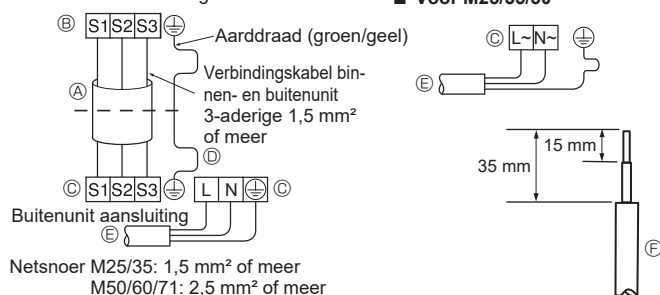
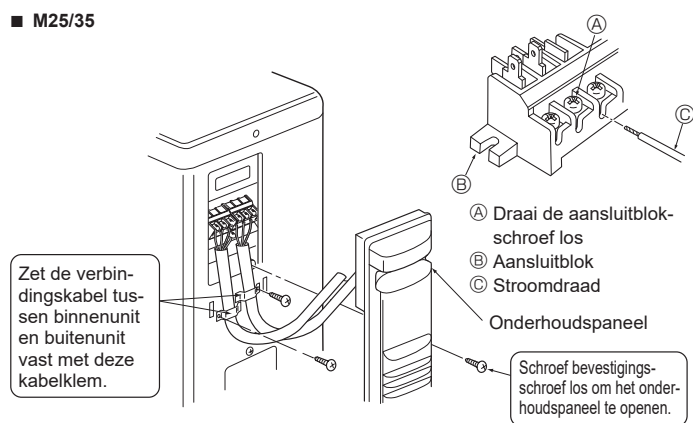
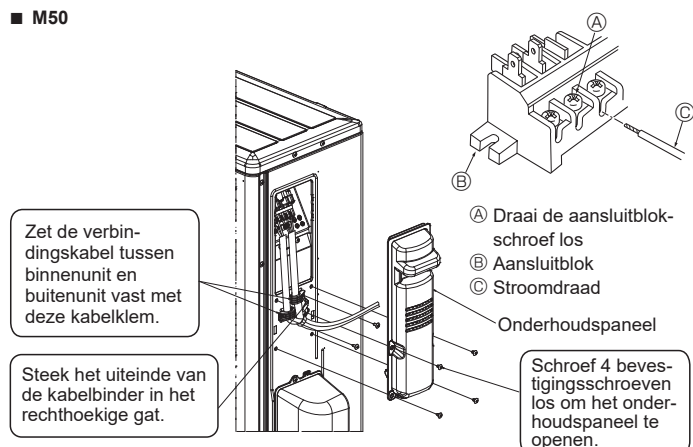
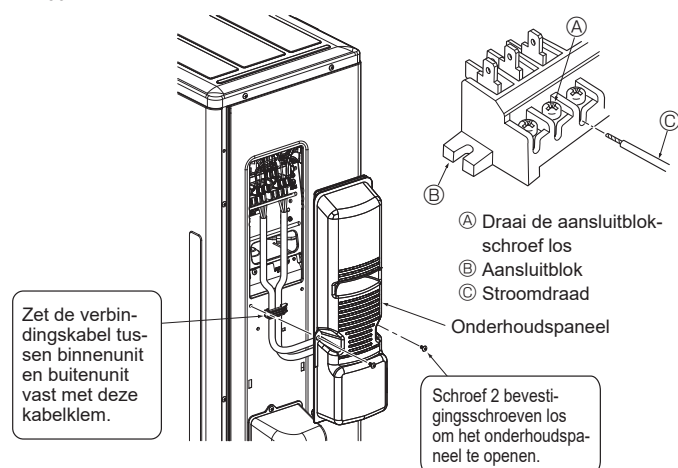

Fig. 6-2
Fig. 6-3
Fig. 6-4
Fig. 6-5
6.1. Buitenunit (Fig. 6-1, Fig. 6-2, Fig. 6-3, Fig. 6-4, Fig. 6-5)
- ① Verwijder het onderhoudspaneel.
- ② Sluit de kabels aan volgens Fig. 6-1, Fig. 6-2, Fig. 6-3, Fig. 6-4 en Fig. 6-5.
- Leg de bedrading aan zoals aangegeven in het diagram links onderaan. (Schaf de kabel ter plaatse aan) (Fig. 6-2)
- ① Aansluitkabel
- ② Aansluitblok voor binnenunit
- ③ Aansluitblok voor buitenunit
- ④ Sluit altijd een aardingsdraad aan die langer is dan de andere kabels.
- ⑤ Voedingskabel
- ⑥ Stroomdraad